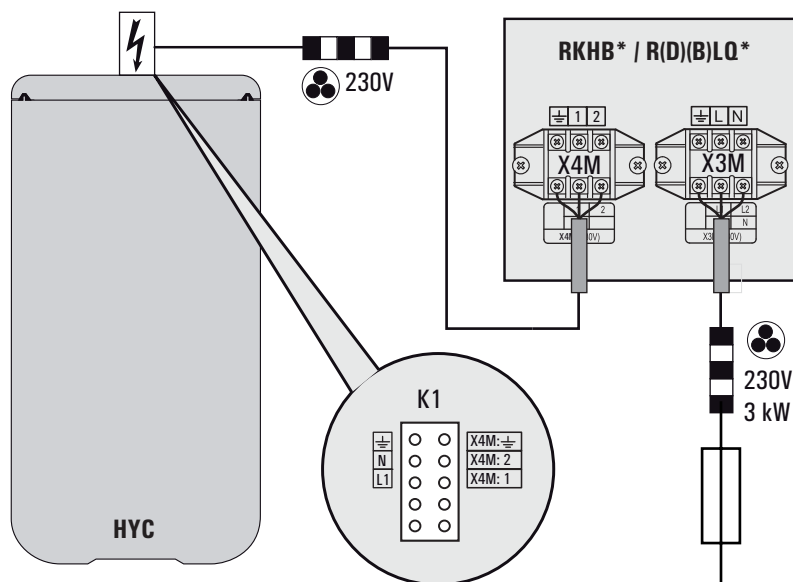

Figura 4-22 Cablaggio booster-heater (EHS)
- Realizzare il cablaggio elettrico per il booster-heater (EHS) come illustrato nella Figura 4-22.